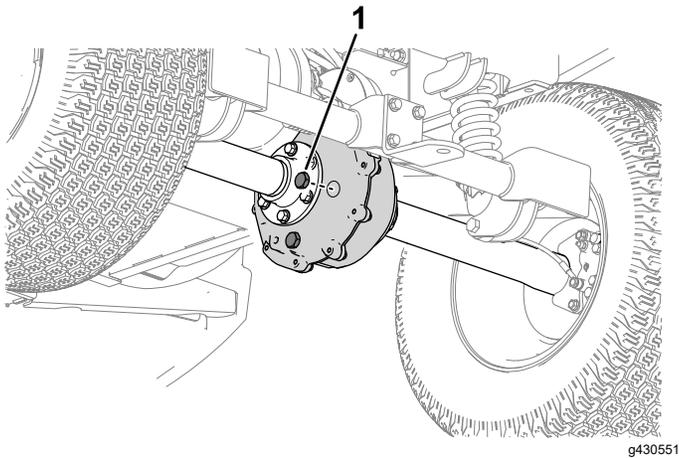

Figure 46
1. Enlevez le bouchon de remplissage de la boîte-pont (Figure 46).
2. Si le niveau de liquide est trop bas, enlevez le bouchon de remplissage et ajoutez le liquide spécifié indiqué sous [Vidange du liquide de la boîte-pont \(page 39\)] jusqu'à ce qu'il ressorte par l'orifice (Figure 46).